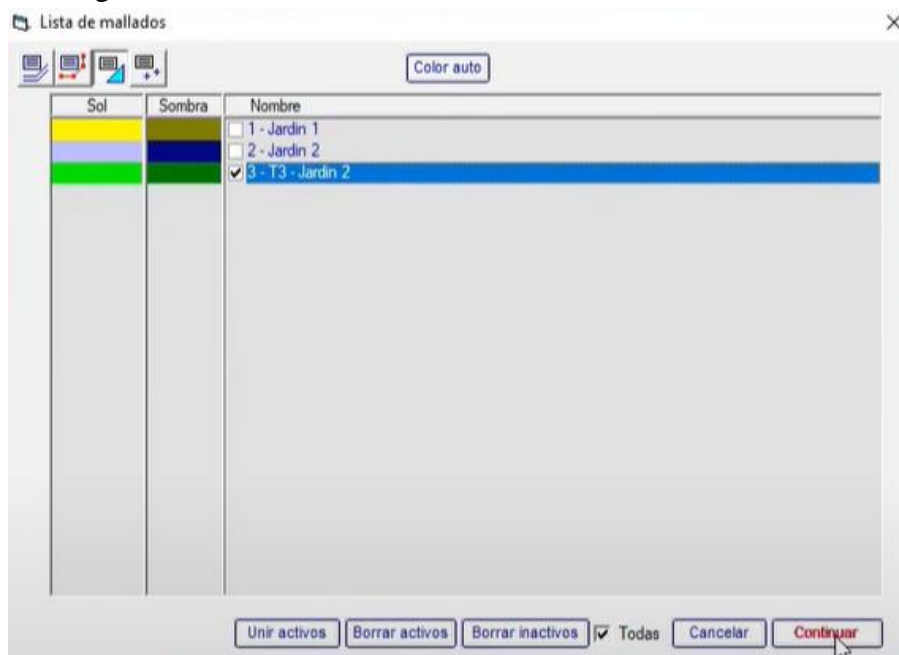

Figura 433. Lista de T3.
66. Abrir la lista de T3 activos, verificar que únicamente se encuentren activos los enmallados correspondientes a la parte interior y presionar el botón “Unir activos”. Presionar “Continuar”. Figura 433.